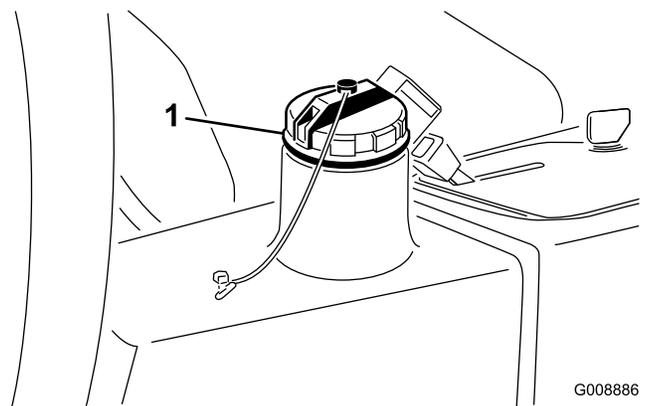

Bild 74
2. Reinigen Sie den Bereich um den Füllstutzen und den Deckel des Hydraulikbehälters (Bild 74) und nehmen Sie den Deckel ab.